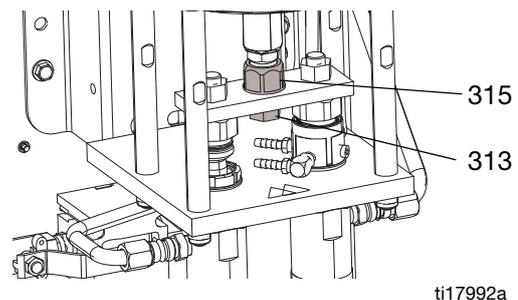

FIG. 1
- Utiliser une clé pour maintenir la tige de piston en place et retirer l'adaptateur (315) avec une autre clé. Voir la FIG. 1, page 26.
- Appliquer une colle à filetage bleu moyenne sur l'adaptateur (315). Utiliser une clé pour maintenir la tige de piston en place et installer l'adaptateur (315) avec une autre clé. Serrer au couple de 32-38 pi-lb (43-51 N•m). Voir la FIG. 1.